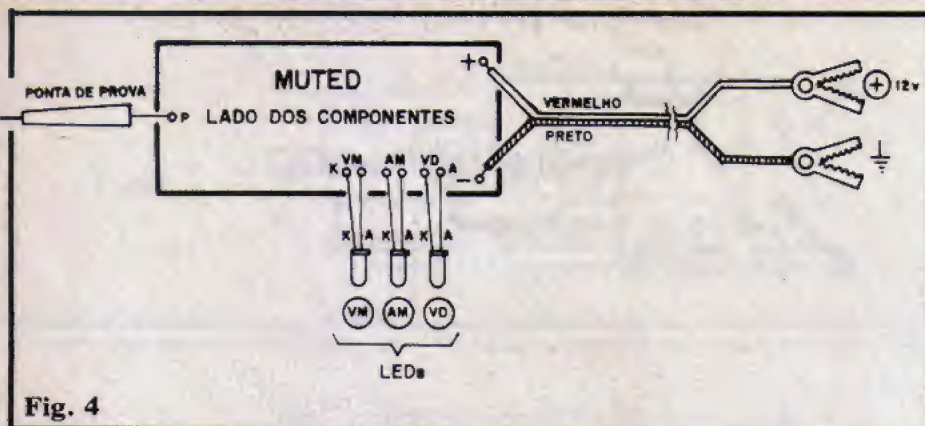

Fig. 4
- **FIG. 4** - Diagrama das conexões externas à placa... Tudo muito simples, devendo o Leitor/Hobbysta observar principalmente as polaridades (identificação dos terminais) dos três LEDs, bem como suas **cores** em relação às posições que ocupam (**VM** = vermelho, **AM** = amarelo, **VD** = verde...). Outro ponto que exige atenção é a correta codificação da polaridade da cabagem de alimentação, com o fio **vermelho** dirigindo-se à garra do **positivo** e fio **preto** ao **negativo**, conforme é norma. Notar que o cabo vermelho/preto deve ser relativamente longo, para proporcionar uma utilização confortável, mesmo nos mais escondidos "recôn-